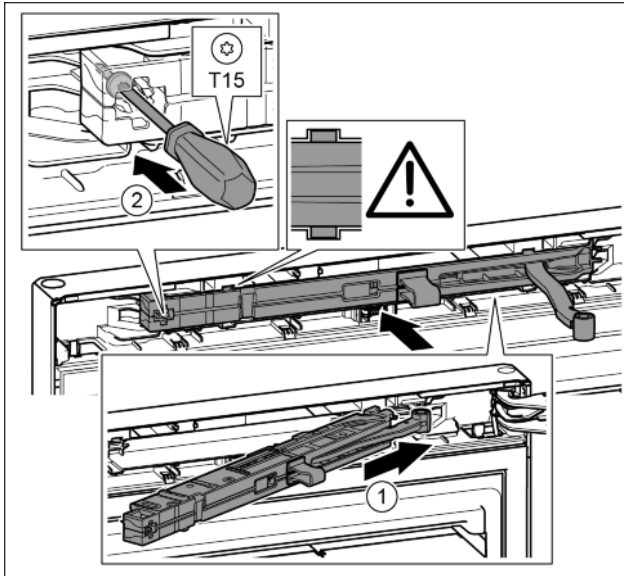

Fig. 48
- ▶ Schließdämpfereinheit auf der Lagerbockseite bis zum Anschlag schräg in die Aussparung einschieben. Fig. 48 (1)
- ▶ Schraube mit einem Schraubendreher T15 festschrauben. Fig. 48 (2)